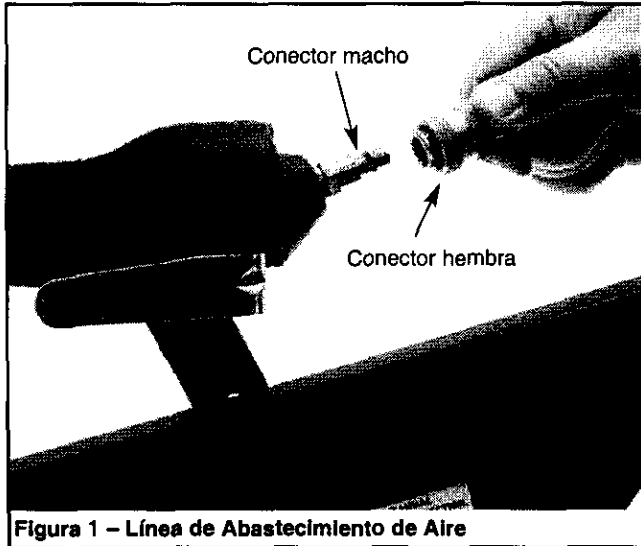

Figura 1 - Línea de Abastecimiento de Aire
Consulte la Figura 1 (página 12).
- Nunca conecte un acoplamiento de desconexión rápida hembra en el lado de conexión de la línea de aire de la herramienta. Conecte un acoplamiento macho de flujo libre en el lado de conexión de la línea de aire de la herramienta (véase la Figura 1).